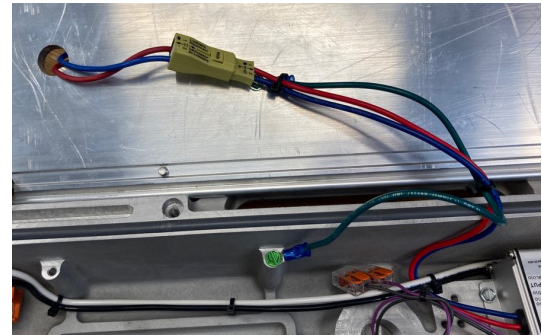

Figure 3. Acheminement des fils du moteur DEL PLLA2
5. Repérer et retirer l'attache de câble utilisée pour fixer le câblage d'entrée du moteur DEL (voir figure 3). Faire attention en retirant l'attache de câble afin de ne pas endommager les fils.
12. Acheminer le câblage de sortie du moteur et du pilote de DEL et installer l'attache autobloquante conformément à la figure 3. Couper l'excédent de matériau d'attache.